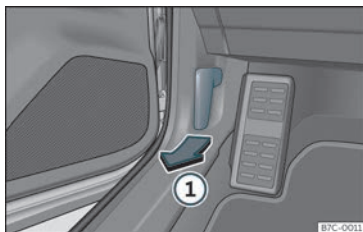

Fig. 254 Alavanca de desbloqueio no espaço para a zona dos pés do condutor.
- Abra a porta e puxe pelo manípulo que existe debaixo do painel de instrumentos »» **Fig. 254 ①**.